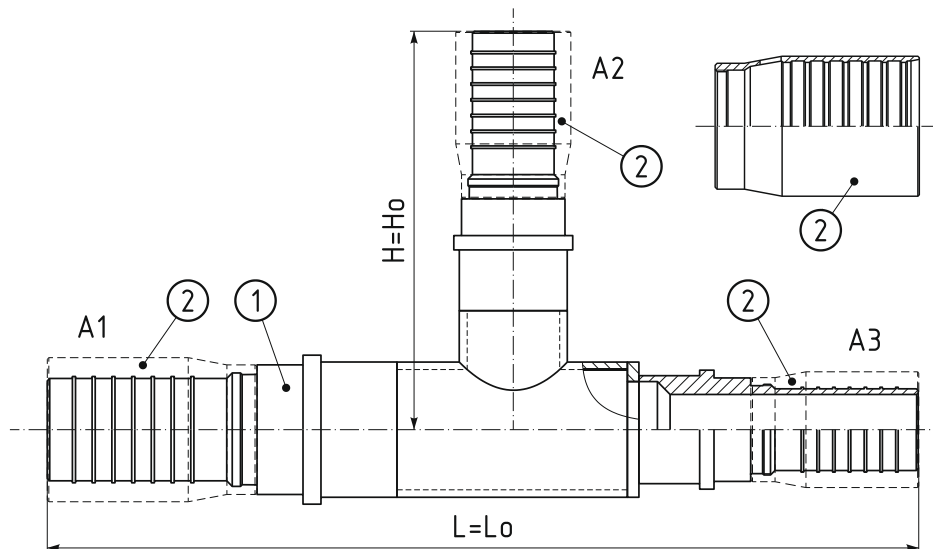

Рис. 2.4.2. Тройник обжимной
- тройник обжимной (см. рис. 2.4.2);
- пресс-тройник с ПВ (см. рис. 2.4.2).